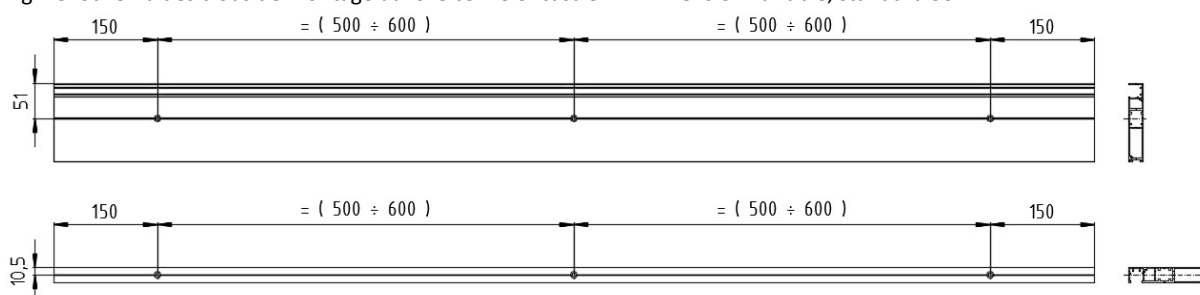

Fig. 14. Schéma des trous de montage dans le profilé du rail de guidage.
6. Percez les trous de montage dans le rail de guidage, comme illustré à la Fig.14.